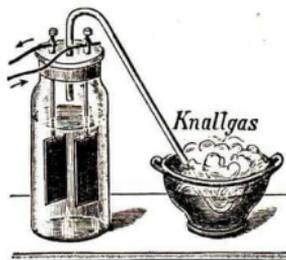

Abb. 414. Knallgas in Seifenwasser
3. Knallgas entsteht, wenn man Wasserstoff und Sauerstoff im **Volumverhältnis 2 : 1** mischt. Es ist ein höchst explosives Gemenge. Dies lehrt der Seifenblasenversuch (Abb. 414).